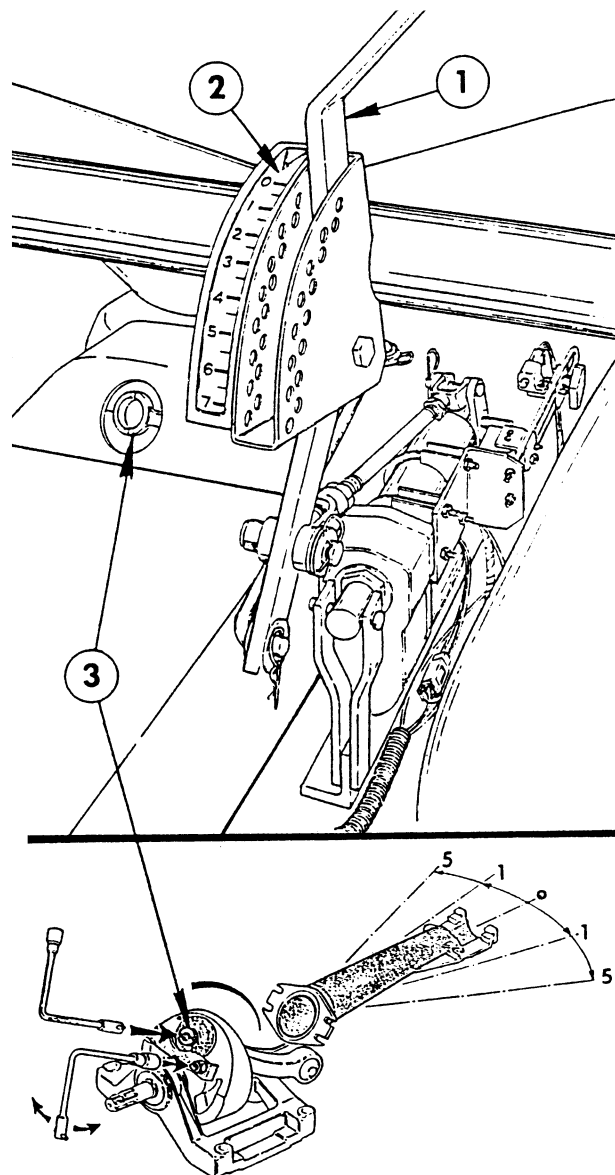

Figura 5
1. Rode a polia da transmissão da unidade de distribuição, manualmente, até que o dispositivo de ajuste da inclinação surja na abertura do dispositivo de distribuição, como é visível na figura 5.